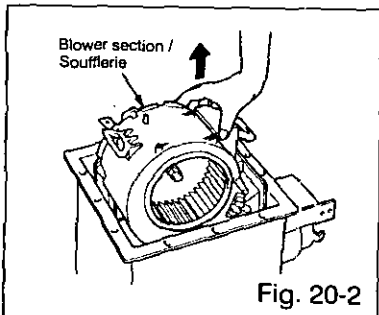

Fig. 20-2
- Remove blower section. (Fig. 20-2)
- Retirez la soufflerie. (Fig. 20-2)